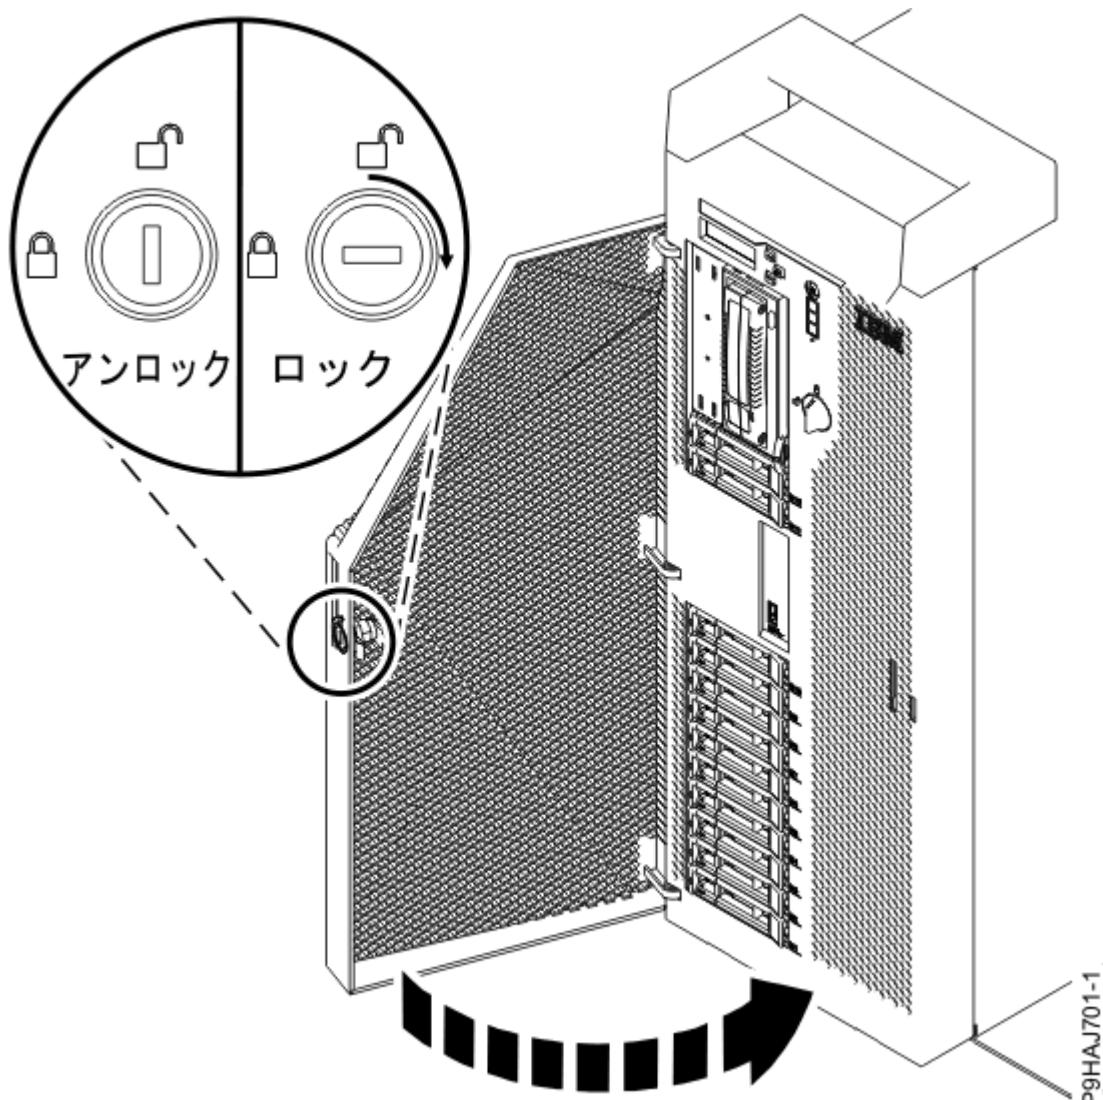

図 91. 前面ドアのロッキング
- e) 前面ドアを閉じます。前面ドアの鍵をロックに差し込みます(95 ページの図 91 を参照)。鍵を右(時計回り)にひねって、ドアをロックします。水平方向がロック状態で、垂直方向がアンロック状態です。